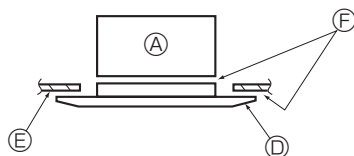

Fig. 6-8
* Убедитесь в отсутствии зазоров между основным блоком и решеткой, а также между решеткой и поверхностью потолка. (Fig. 6-8)